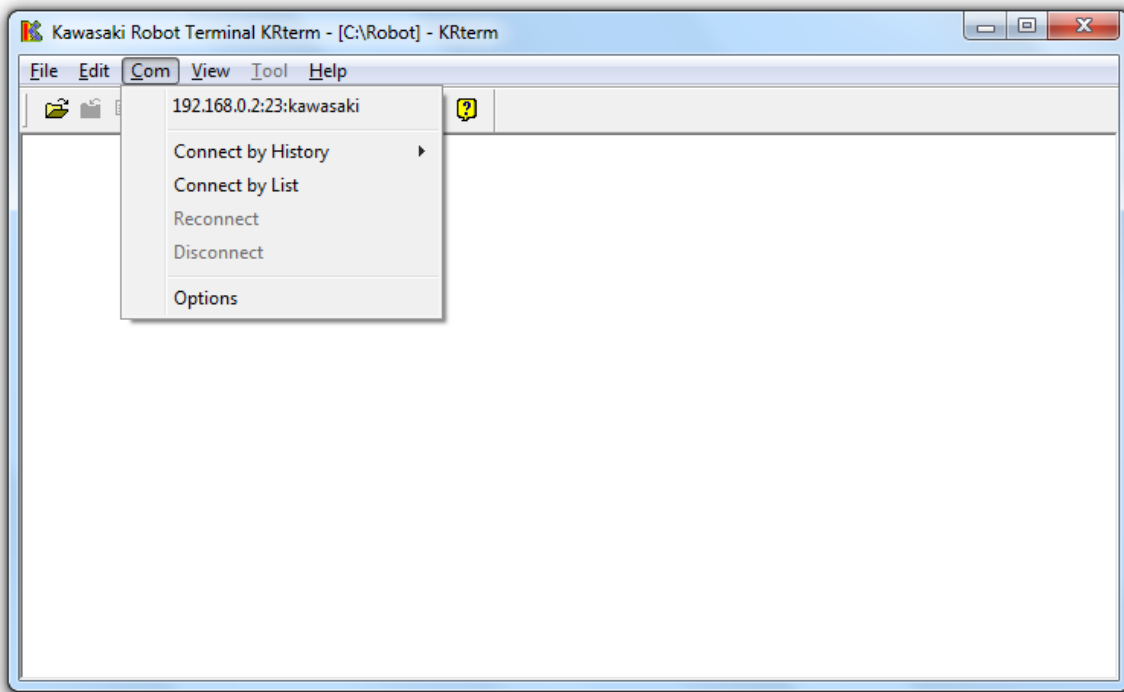
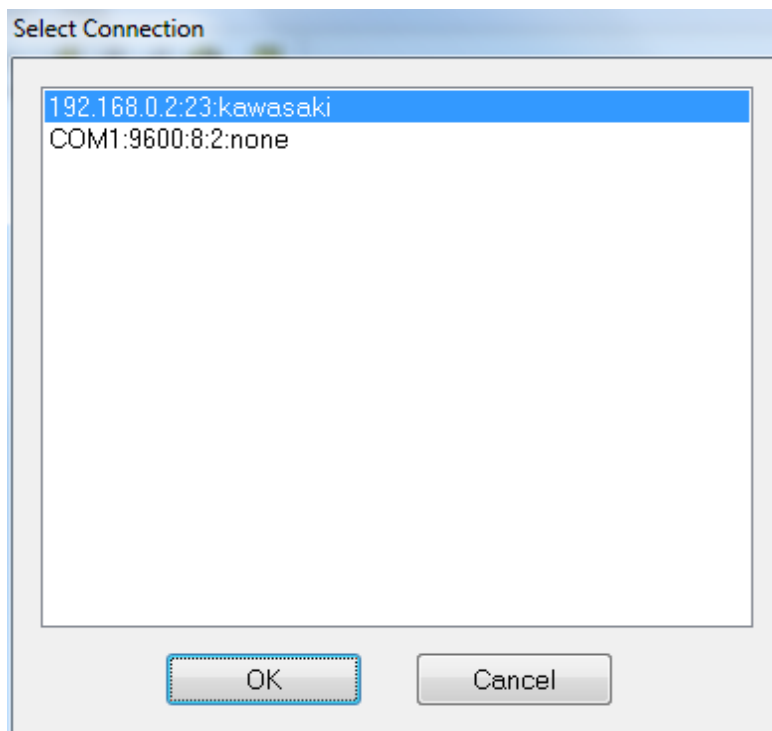

Figura 20: Menu Com di KRterm
Figura 21: Finestra di dialogo per la scelta della connessione
2. Dal menu Com selezionare Connect by List (Figura 20), verrà aperto il dialog Select Connection come mostrato in Figura 21;